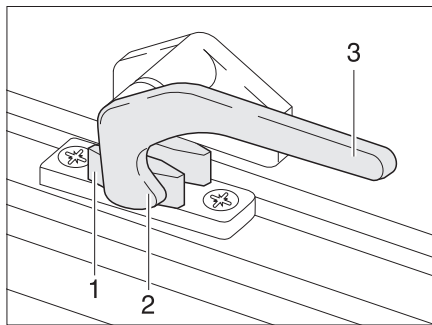

Figura 8 Palanca de bloqueo en la posición de "cerrado"
- Girar la palanca de bloqueo (Figura 8,3) un cuarto de vuelta hacia la mitad de la ventana.
- Girar la palanca de bloqueo (Figura 8,3) un cuarto de vuelta hacia el marco de la ventana. El saliente de bloqueo (Figura 8,2) se encuentra en la cara interior del bloqueo de la ventana (Figura 8,1).
- Girar de nuevo hacia atrás la palanca de bloqueo. El saliente de bloqueo (Figura 8,2) se ha de introducir para ello en el rebaje del bloqueo de la ventana (Figura 8,1).